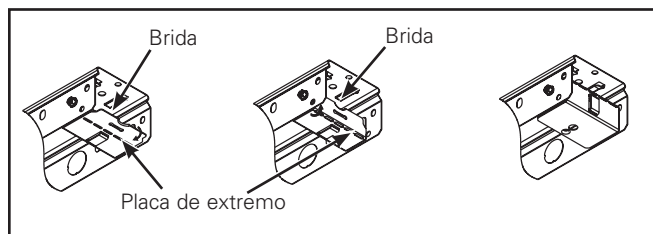

Figura 1.
1. Pliegue el extremo para permitir el cableado del accesorio. (Figura 1.)